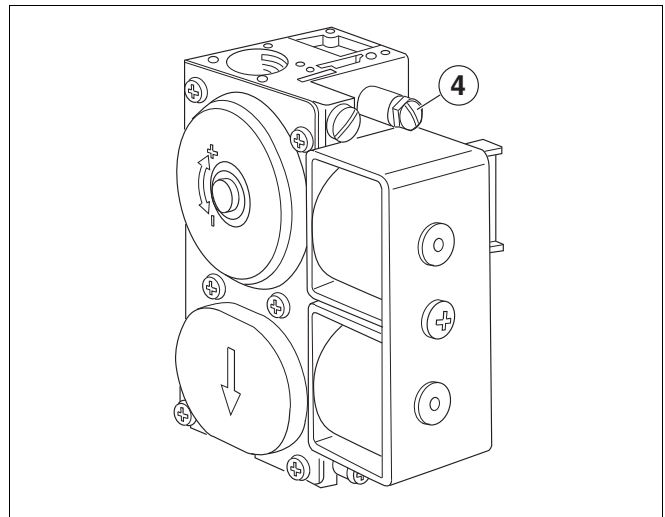

Рис. 2 SIT830 Tandem
- Отверните запорный винт штуцера контроля давления (рис. 2 - 4) на два оборота; у SIT 830 Tandem полностью выверните этот винт.